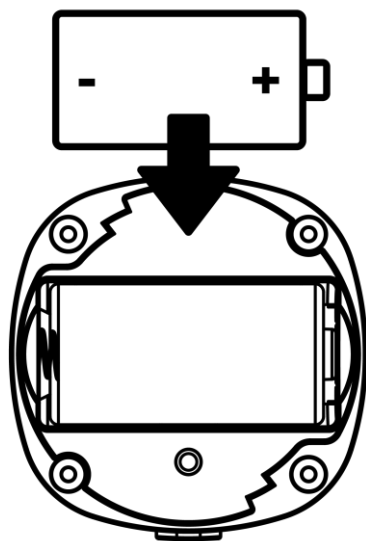

Рисунок 8 – Ориентация батарейки при вставке в датчик дыма
- при замене батарейки следует соблюдать полярность (см. рис. 8 далее).